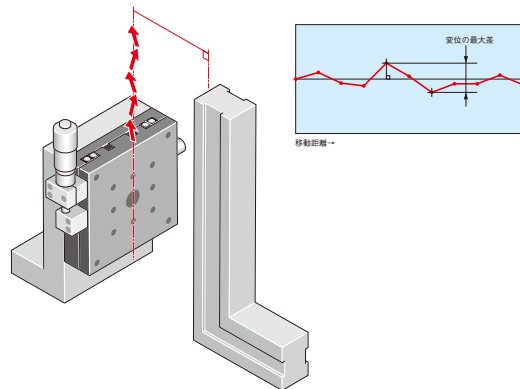

図3-13 運動の垂直度
3.1.3 運動の垂直度[中央精機 社内規格]【図3-13】